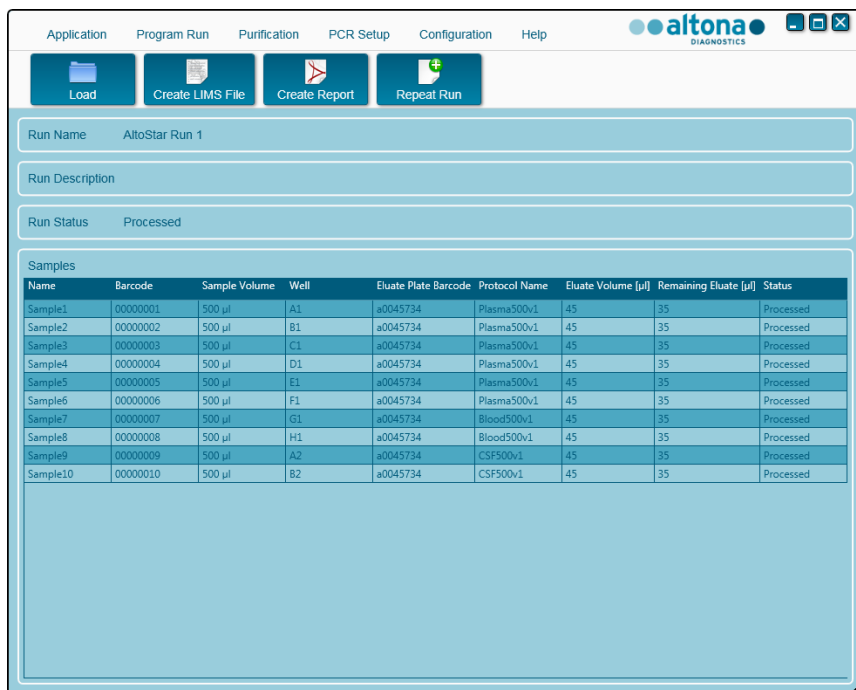

Figura 19: Pantalla Results (resultados)
1. Haga clic en **Purification** → **Purification Results** (purificación → resultados de la purificación) en la barra de menú para acceder a la pantalla Results (resultados) (consulte la figura 19).